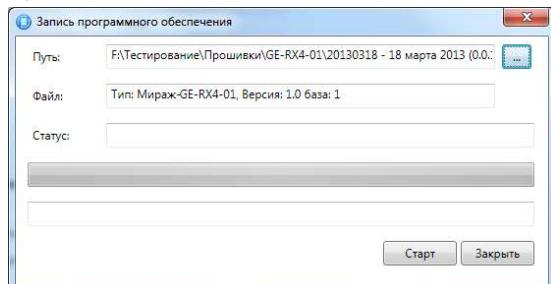
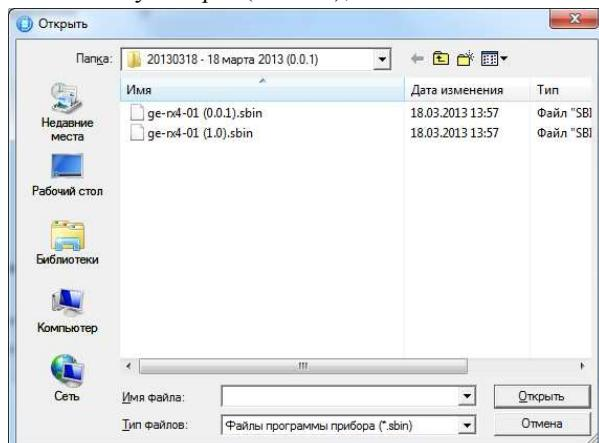

Рис.39 Задание файла прошивки
Рис.40 Выбор файла прошивки
- ✓ в открывшемся окне *Запись программного обеспечения* укажите наименование загружаемого файла прошивки с расширением \*.sbin (Рис. 39);
- ✓ для выбора файла прошивки нажмите кнопку и в открывшемся окне *Открыть* выберите папку, имя файла и нажмите кнопку *Открыть* (рис. 39). В окне *Загрузка программного обеспечения* нажмите кнопку *Старт* (Рис. 40);